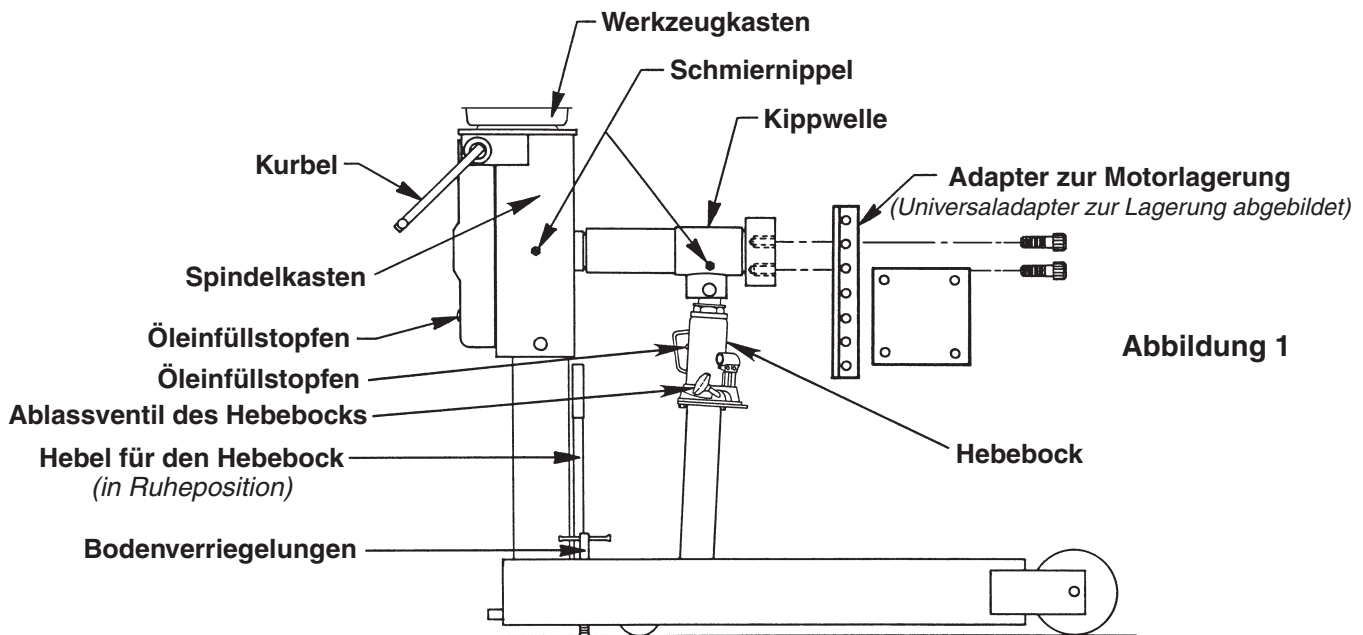

Abbildung 1
6. Den Hebebock anheben und in die Halterung unter der Kippwelle einfügen. Einen Passstift (15) hineinstecken und den Passstift an der Stelle mit einem Sicherungsring (3) befestigen.
7. Den Hebel (27) für den Hebebock in die Ruheposition auf dem Montagebock wie in Abbildung 1 stellen.
8. Bei der Rohrmontage die Spindelmutter (5) anziehen, bis sie dicht am Getriebegehäuse (2) anliegt. Die Spindelmutter um ein Achtel zurückdrehen und die Feststellschraube (4) festziehen.
9. Wenn ein Adapter zur Motorlagerung im Lieferumfang enthalten war, ihn an die Kippwelle wie in Abbildung 1 gezeigt anbringen. Die Bolzen auf 610 N•m (450 ft. lbs.) festdrehen.